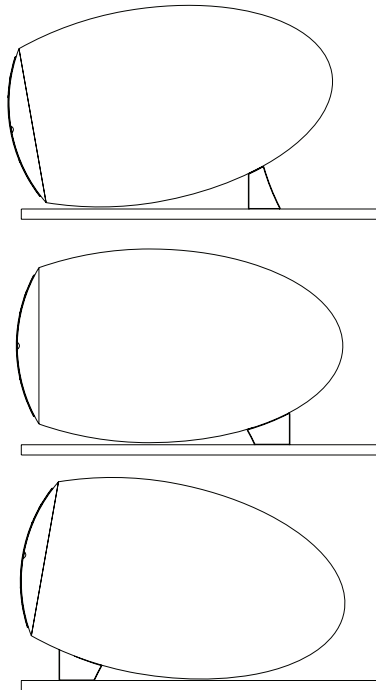

Figure 2 / Figura 2 / Abb. 2
### **(EN) Adjusting Rubber Centre Support (Figure 2)**
### **(FR) Support en caoutchouc pour haut-parleur de canal central (Figure 2)**
Ⓝ Verstellbarer Gummi-Center-Support (Abb. 2)